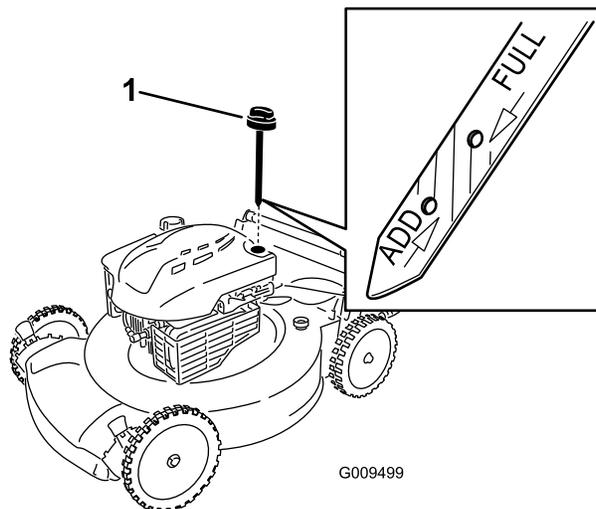

Рисунок 20
3. Извлеките масломерный щуп (Рисунок 20).
Примечание: Если уровень масла ниже отметки **Add (Долить)** на масломерном щупе, **медленно** залейте небольшое количество масла в маслозаливной патрубок и повторите действия, указанные в пунктах 8 – 10, пока уровень масла не будет на отметке **Full (Полный)** на масломерном щупе (Рисунок 20).